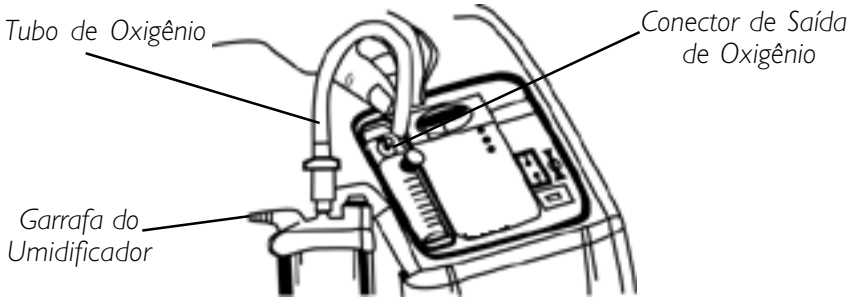

FIGURA 5 - CONEXÃO DO TUBO DE OXIGÊNIO
1. Aperte a chave Liga/Desliga para a posição Liga (ON). Todas as luzes do Painel acenderão, e um sinal audível será ouvido por um segundo, indicando que a unidade está operando perfeitamente. Após (1) segundo, somente a luz verde – SISTEMA OK / LIGADO, permanecerá acesa (FIGURA 5).